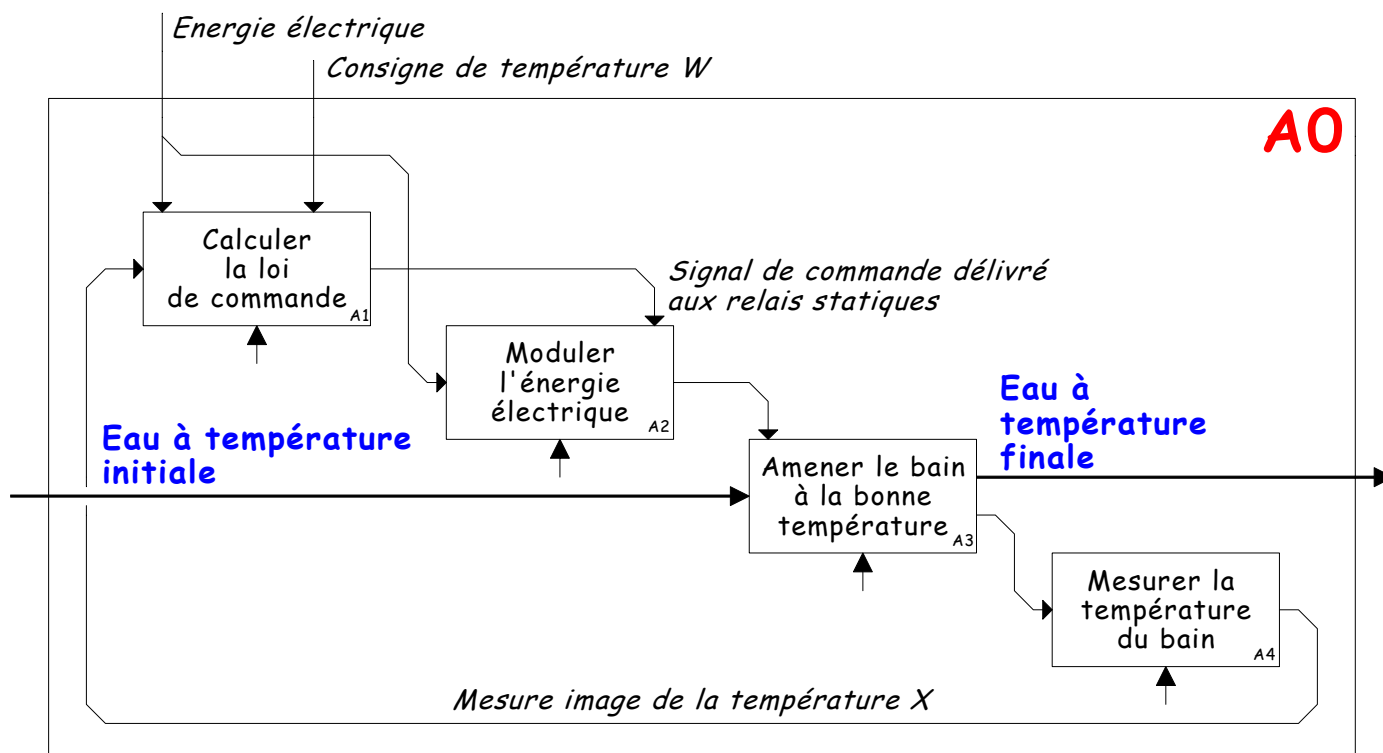

Fig. 10
- 2.1.2. - Pour le niveau de décomposition A0 (fig. 10, ci-dessous), proposez, pour chacune des quatre fonctions établies, une solution technologique adaptée. Aidez-vous de la liste de constituants suivante afin de compléter l'actigramme : [relais statiques] ; [interface de puissance associé à sa commande] ; [inductance de lissage] ; [capteur de position] ; [moteur asynchrone triphasé] ; [régulateur de température] ; [interrupteur différentiel] ; [thermoplongeur et cuve] ; [analyseur de réseau électrique] ; [sonde Pt 100] ; [bugeiamètre] ; [module de sortie analogique].
- **2.1.3.** - Surlignez en rouge, sur le niveau de décomposition AO de la figure 10, le trajet de l'énergie électrique nécessaire au chauffage du fluide.